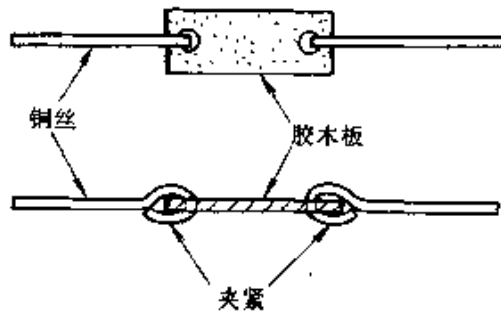

图 3-90
② 剪取两截直径 1 mm 左右的裸铜丝,按图 3-90 所示分别穿入骨架两端的小孔并夹紧,作为电阻器的引线。